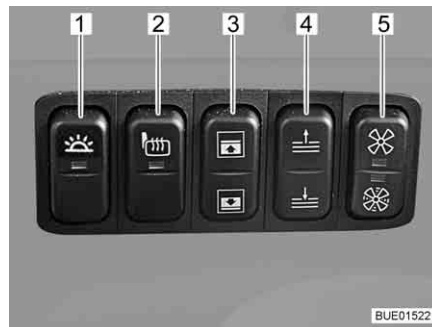

Fig. 33 Panel de interruptores Grand Panorama
- Pulsar el interruptor (Fig. 33,1) en el panel de interruptores.
- Volver a pulsar el interruptor (Fig. 33,1) en el panel de interruptores.
- Pulsar el interruptor (Fig. 33,2) en el panel de interruptores. La luz de control en el interruptor indica el funcionamiento.
- Pulsar la parte superior o inferior del conmutador (Fig. 33,4) en el panel de interruptores. El parasol se desplazará hacia arriba o abajo mientras que se esté pulsando el conmutador.
- Pulsar la parte superior o inferior del conmutador (Fig. 33,3) en el panel de interruptores. El oscurecedor de la luna delantera se desplazará hacia arriba o abajo mientras que se esté pulsando el conmutador.
- Pulsar la parte superior del conmutador (Fig. 33,5) en el panel de interruptores. Un ventilador soplará el aire de la calefacción del habitáculo sobre la luna delantera (nivel 1).
- Pulsar la parte inferior del conmutador (Fig. 33,5) en el panel de interruptores. Un ventilador soplará el aire de la calefacción del habitáculo sobre la luna delantera (nivel 2).